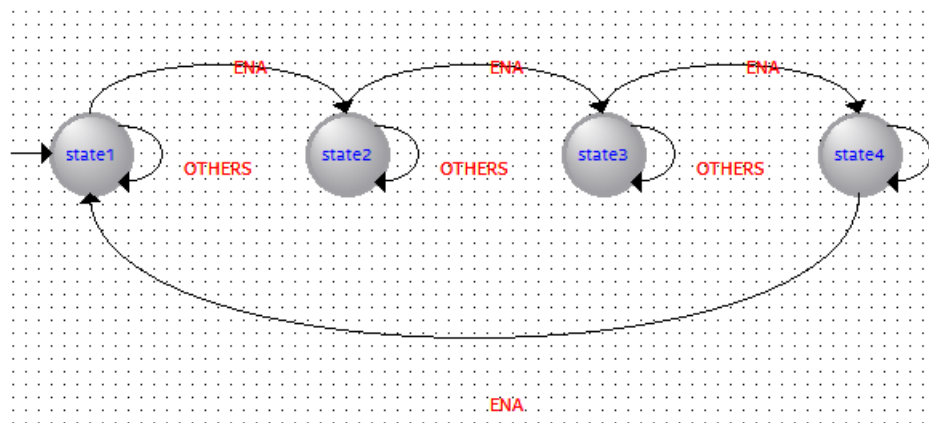

Рис. 21 Схема созданного конечного автомата
4.9. Выполните «**Apply**», затем «**Close**». На экране редактора конечных автоматов появится схема созданного автомата (рис. 21).